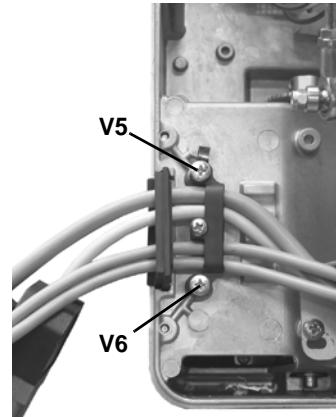

Рис. 31
- 2 Снять резиновую пластинку, которая крепит провода, отвинтив винты **V5** и **V6**, указанные на рисунке (Рис. 31);